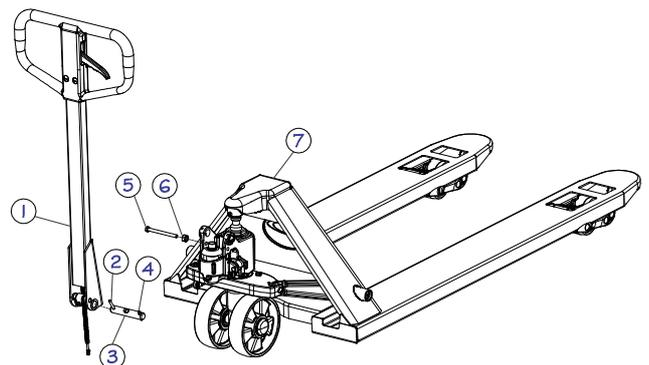

Figura 6 - Montagem da alavanca
Antes da montagem, identificar os 7 itens da ilustração ao lado (figura 6):
Antes del montaje, identificar los 7 elementos de la ilustración al lado (figura 6):
- d) Abaixar a Alavanca(1) e retire o Parafuso(5) e porca(6) (Figura 6).
- d) *Baja la palanca (1) y quitar el tornillo (5) y la tuerca (6, figura 6).*